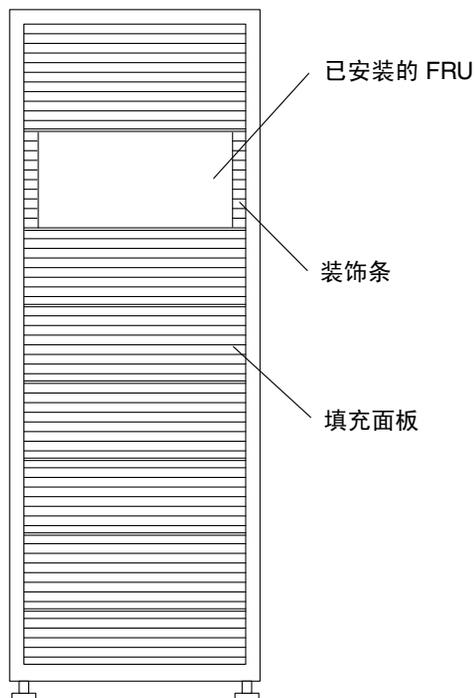

图 4-5 填充面板和装饰条位置
5. 卸下盖住 FRU 安装位置的填充面板（图 4-5）。
9. 安装装饰条 (图 4-5)。
3. 卸下 FRU 旁边的装饰条（图 4-5）。
6. 如果不再装回 FRU，则在原来的位置安装填充面板（图 4-5）。